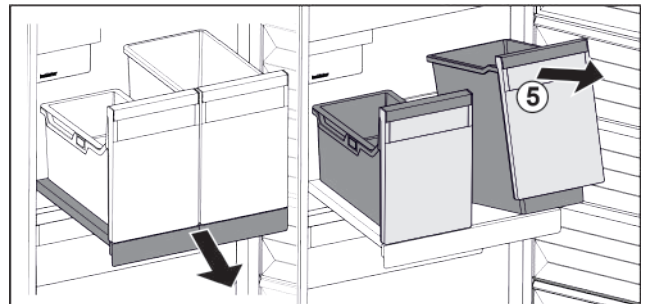

Fig. 18
- ▶ Підняти резервуар Fig. 18 (5) спереду.